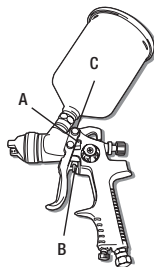

Fig. 1
- C. el punto de pivote del gatilloVea la Fig. 1 para la ubicación de los puntos anteriores mencionados.